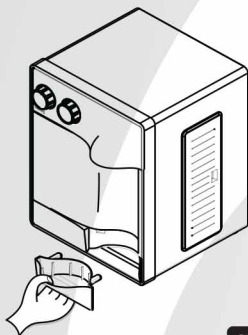

fig.7
6. Para a limpeza da Pingadeira retire-a seguindo o desenho abaixo (fig.7).